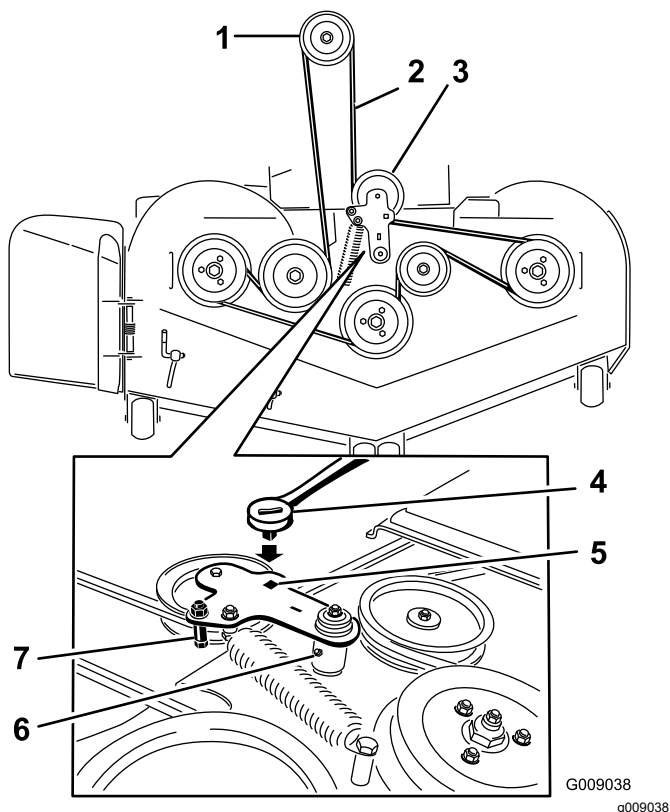

Figure 79
6. Insérez un rochet dans le trou carré du bras de la poulie de tension pour détendre le ressort de la poulie de tension (Figure 79).
8. Enlevez le guide-courroie situé sur le bras de la poulie de tension rappelé par ressort (Figure 79).
10. Acheminez la courroie neuve autour des poulies du tablier de coupe et de la poulie d'embrayage, sous le moteur (Figure 79).
11. Montez le guide-courroie sur le bras de la poulie tension (Figure 79).
12. Insérez le rochet dans le trou carré et montez le ressort de la poulie de tension (Figure 79).